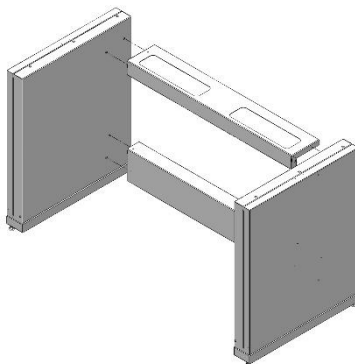

Рис. 1. Сборка каркаса
- 6.1. Соединить боковины с верхней рамой и задней распорками каркаса, используя болты M8x16, шайбы 8 и предусмотренные в боковинах заклёпки-гайки M8 (Рис. 1).